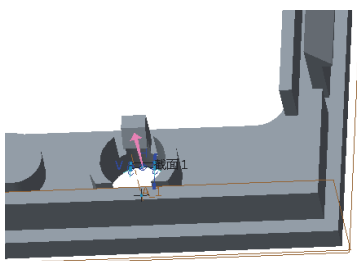

图 12-62 特征几何预览
4) 确保取消选中  (移除材料) 按钮, 并设置深度选项为  (到下一个) 图标, 注意指定有效的深度方向, 特征几何预览如图 12-62 所示。